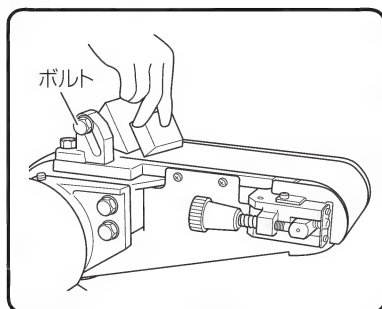

図 13
(2) ツールレストは、ボルトをゆるめると傾斜させることができます。(図 13)